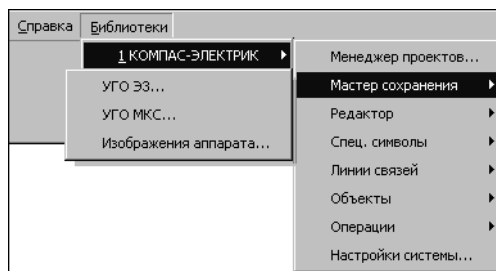

Рис. 11.1. Выбор Мастера сохранения УГО
2. Из меню Библиотеки вызовите команду **КОМПАС-Электрик — Мастер сохранения** (рис. 11.1).